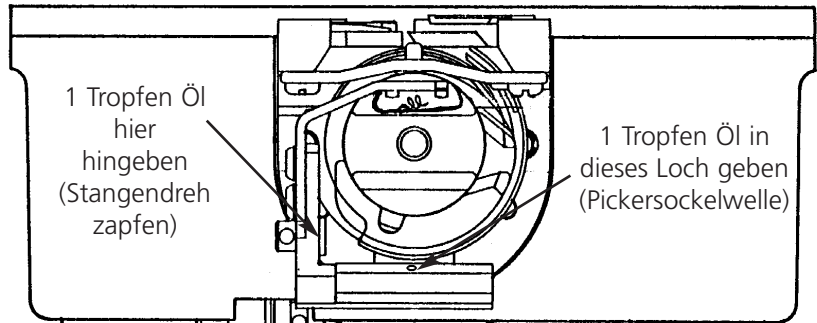

Abbildung 4-17
7. Wird Fadenschneider-Pickersockelwelle, Stangendrehzapfen angezeigt, drücken Sie die Taste . Es muß nichts bewegt werden, um die Fadenschneider-Pickersockelwelle und den Stangendrehzapfen zu ölen. Siehe Abb. 4-17, um die Fadenschneider-Pickersockelwelle und den Stangendrehzapfen zu ölen. Nach Beendigung die Taste  drücken. Der Picker dreht sich nach innen und außen.